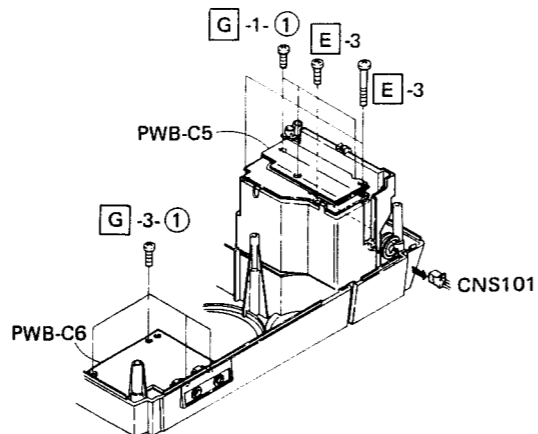

Figure 9-4
2. Die in Abb. 9-4 gezeigte Buchse (CNS101) herausziehen.
3. Die drei Schrauben vom Rahmen entfernen und den Rahmen abheben. Siehe Abb. 9-4.
2. Extraire une douille (CNS101) montrée sur la Fig. 9-4.
3. Enlever les trois vis du châssis et enlever la charpente. Voir la Fig. 9-4.
- ① Remove three screws at the control P.W.B. shown in Fig. 9-4, and take the P.W.B. off.
- ① Remove four screws at the Headphones/Mic. P.W.B. shown in Fig. 9-4, and take the P.W.B. off.
- ① Die in Abb. 9-4 gezeigten drei Schrauben von der Steuerungs-Leiterplatte entfernen, dann die Leiterplatte abheben.
- ① Die vier Schrauben der Kopfhörer/Mikrofon-Leiterplatte gemäß der Abbildung 9-4 entfernen und die Leiterplatte entfernen.
- ① Enlever les trois vis de la PMI de commande de la Fig. 9-4 et enlever la P.M.I.
- ① Enlever les quatre vis de la plaquette de montage imprimé de casque/microphone indiquées dans la Fig. 9-4, et retirer la plaquette de montage imprimé.